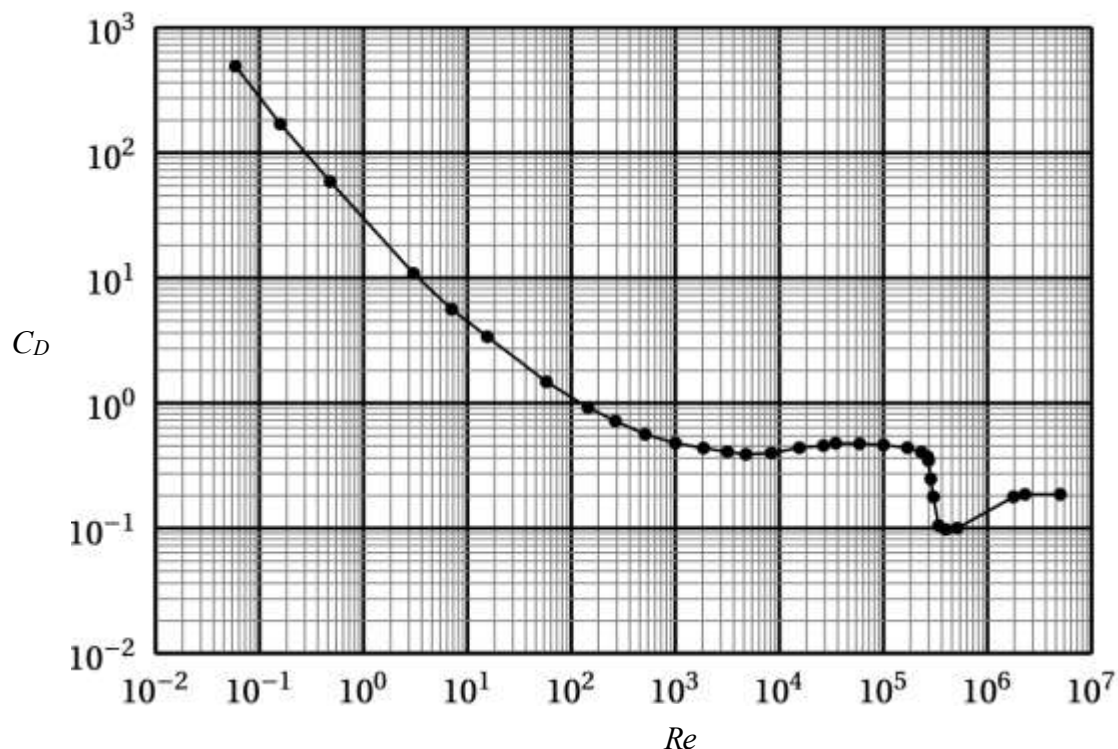

Figure 13: Coefficient de traînée C_D en fonction du nombre de Reynolds construit avec le diamètre comme longueur caractéristique.
- a. On représente (figure 13) la valeur du coefficient de traînée proposée par Cliff, Grace, and Weber (*Bubbles, Drops, and Particles*, Academic Press, 1978) en fonction du nombre de Reynolds calculé avec le diamètre de la sphère comme longueur caractéristique de la sphère.
Montrer, à partir des données de la figure 13, que pour des nombres de Reynolds faibles, $Re \ll 1$, il est possible de modéliser la fonction $C_D(Re)$ une loi de puissance $C_D = A(Re)^n$ avec n et A que l'on déterminera graphiquement.